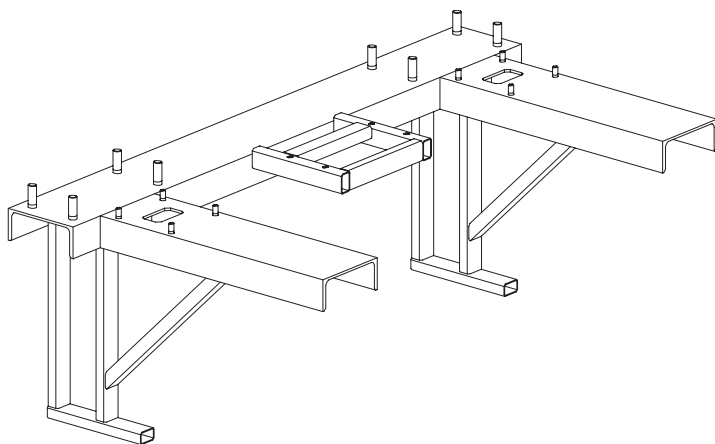

Рисунок 1. Рама ворот опорная FLGU.400.0805
- 3.4. Фундамент под опорную раму и столбы проема должен быть заглублен не менее, чем на 1,3 метра от уровня земли и залит на песчано-гравийную подушку толщиной 0,3-0,4 м (рис.1). Мелко заглубленная часть фундамента (между столбов проема) должна быть армирована стальным прутком диаметром 8-12 мм либо сеткой.